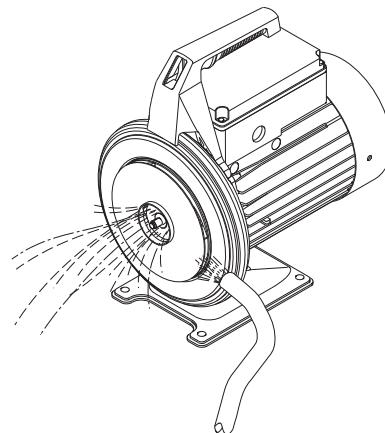

Fig. 7 Rengöring av pumphjul
3. Lossa skruven (pos. 93) och spännbandet (pos. 92) som håller pumphylsan (pos. 16).
4. Frigör pumphylsan (pos. 16) från motorfästet med skravmejsel och ta av den.
5. Dra ur ejektorn (pos. 14) ur pumphylsan.
7. Kontrollera om pumphjulet (pos. 49) är smutsigt. Om så behövs, rengör pumphjulet (på plats) med mjuk borste eller vattenstråle. Se fig. 7. Håll fast fläktbladen så att motoraxeln och pumphjulet inte roterar.